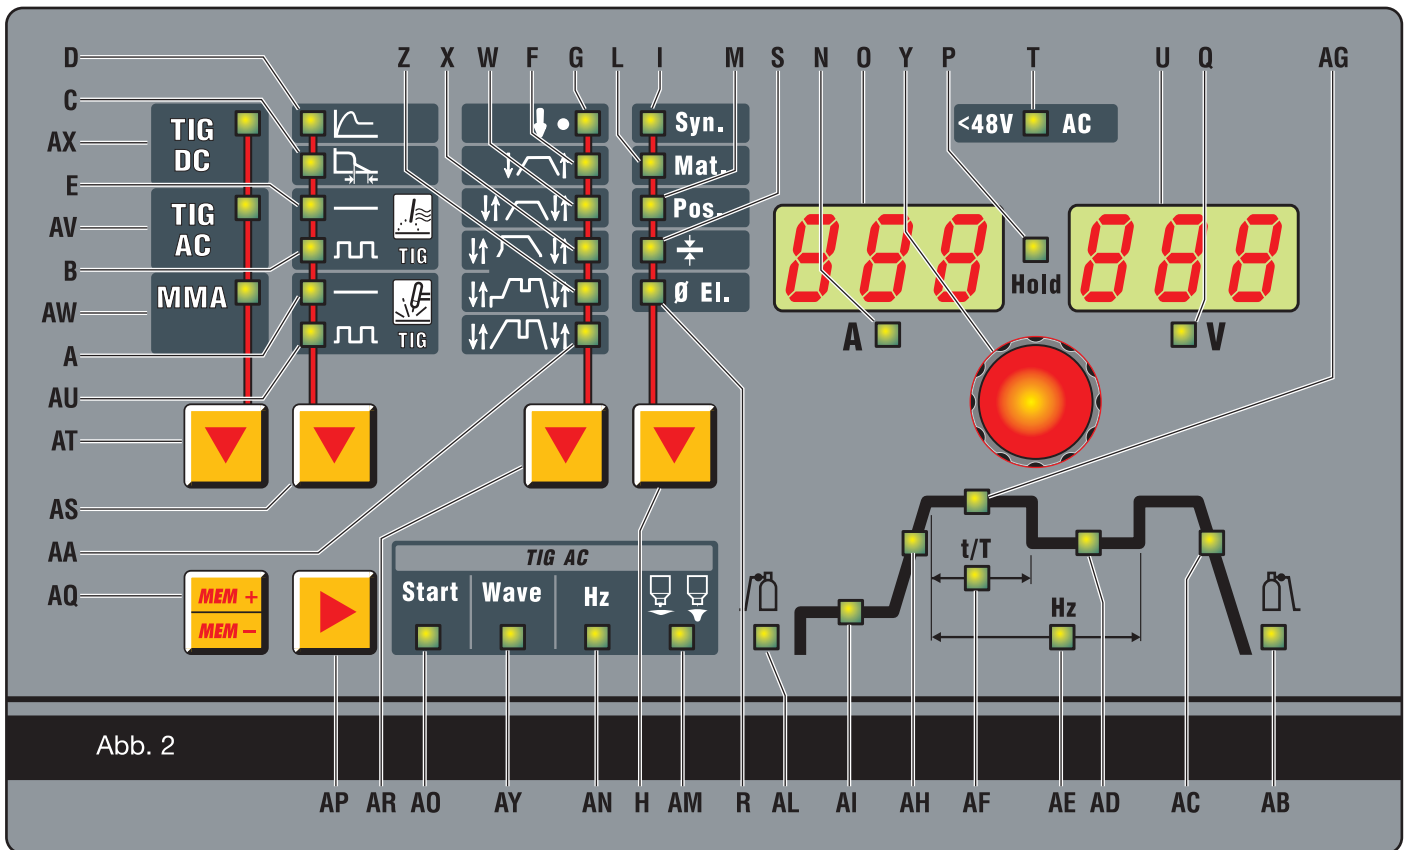

Abb. 2
3.3 BESCHREIBUNG DER STEUERTAFEL (Abb. 2).